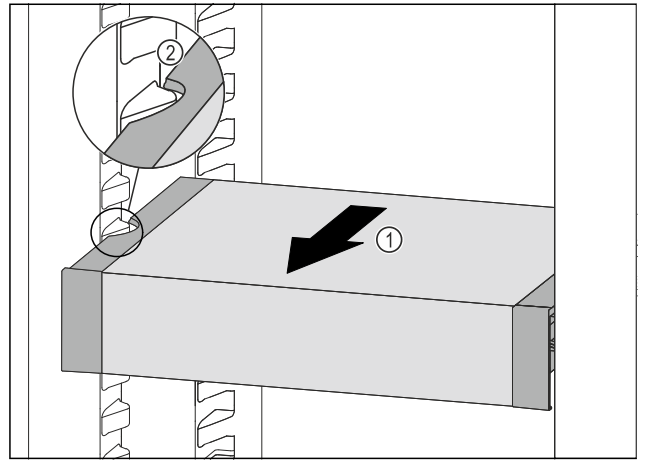

Fig. 123
- Tirare VarioSafe in avanti Fig. 123 (1) fino a quando le cavità laterali di VarioSafe non si trovano al livello della nervatura del contenitore nel vano frigorifero. Fig. 123 (2)